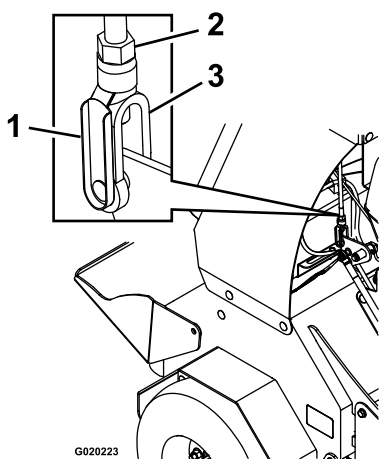

Figure 51
- B. Retirez l'axe élastique de la chape sur la timonerie de commande de déplacement (Figure 51).
- F. Retirez l'axe de chape élastique, tournez le tendeur dans le sens horaire d'un tour supplémentaire, puis remettez l'axe de chape en place (Figure 51).
- Si le levier de commande **touche la barre de référence**, tournez la chape (Figure 51) dans le sens horaire (vu du haut de la machine).
- Si le levier de commande **ne touche pas la barre de référence**, tournez la chape (Figure 51) dans le sens antihoraire.
- D. Reposez l'axe de chape élastique (Figure 51) et avancez le levier de commande.